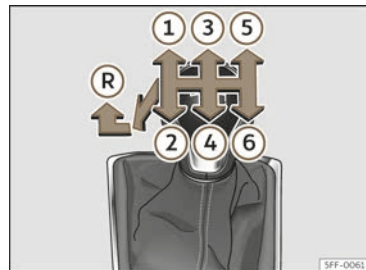

Abb. 125 Schaltschema eines 6-Gang-Schaltgetriebes.
>>> (Abb. 125).
- Schalthebel in die Neutralstellung bringen und nach unten drücken. Schalthebel ganz nach links und dann nach vorn in die Rückwärtsgangposition schieben >>> (Abb. 125) .